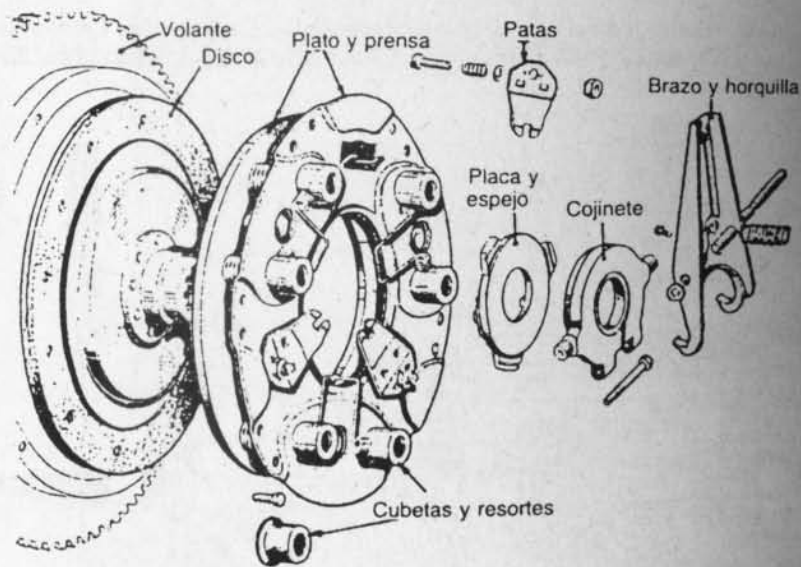

Fig. 5-2.- Disco y prensa de embrague
2. Embrague simple.— Se compone de un disco cubierto de balatas que se monta al volante, centrado por su eje y cargado por la prensa, con seis resortes de expansión (Fig. 5-2). La prensa es accionada por un cojinete con disco de grafito, que presiona sobre el espejo y patas para que levanten la prensa, desembragando el motor del resto del sistema de propulsión. Cuando se suelta el pedal de embrague, la prensa carga sobre el disco, que lo presiona sobre el volante, recibiendo la energía y rotación del motor, que transmite por su eje a la caja de cambios. Al pisar el pedal se retira la prensa, dejando libre el disco del embrague y su respectivo eje, para poner las distintas velocidades de la caja de cambios. Moviendo la tuerca de ajuste del cable de accionamiento de la horquilla del embrague, se regula el juego libre del pedal en 20 a 25 mm.